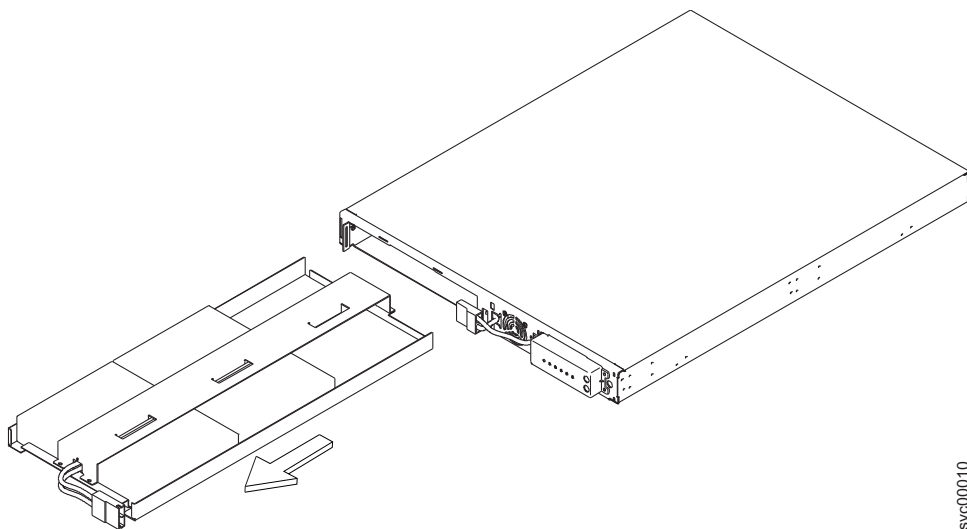

Figura 360. Removendo a Bateria do 2145 UPS-1U
5. Deslize a bateria fora do 2145 UPS-1U, conforme mostrado na Figura 360 na página 438, e remova-a, apoiando em uma superfície plana.